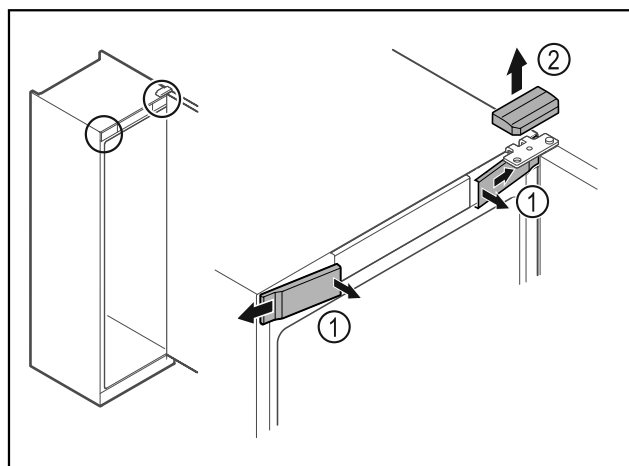

Fig. 8 *
- Décrocher les caches avant Fig. 8 (1) du côté intérieur et les retirer vers l'extérieur.*
- Retirer le cache supérieur Fig. 8 (2) vers le haut.*